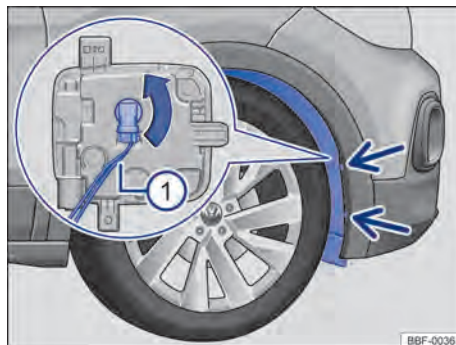

Fig. 186 En la caja de la rueda delantera: acceso a la bombilla del farol de neblina.
- ① Observar la lista de control y ejecutar las acciones → pág. 248.
- ② Retirar los tornillos de fijación del guarnecido del pasarruedas → fig. 186 (flechas) con la ayuda de un destornillador.
- ③ Tomar el guardabarros de los bordes entre los agujeros de los tornillos de fijación sueltos y presionar un poco hacia el lado interior del vehículo, para poder soltar el clip de adentro.
- ④ Rebatir con cuidado el guardabarros hacia el costado.
- ⑤ Desencajar el conector de alimentación de la lámpara → fig. 186 ①, presionar al mismo tiempo, la traba de fijación del conector.
- ⑥ Girar el portalámpara → fig. 186 (flecha), en sentido antihorario hasta el tope, y desencajarlo del alojamiento.
- ⑦ La lámpara del farol de neblina está fijada en el portalámparas, debiendo cambiarse el conjunto de lámpara y portalámparas.
- ⑧ Cambiar la bombilla quemada por una bombilla nueva del mismo modelo.
- ⑨ Presionar el portalámparas en el farol y girarlo en sentido horario hasta el tope.
- ⑩ Asegúrese de que el portalámparas esté correctamente fijado al farol.
- ⑪ Encajar el conector de alimentación → fig. 186① en el portalámparas, el conector debe encajarse audiblemente.
- ⑫ Rebatir nuevamente el revestimiento de la caja de la rueda, de modo que el clip de adentro encaje.
- ⑬ Volver a colocar los tornillos de fijación → fig. 186 (flechas) y ajustarlos.